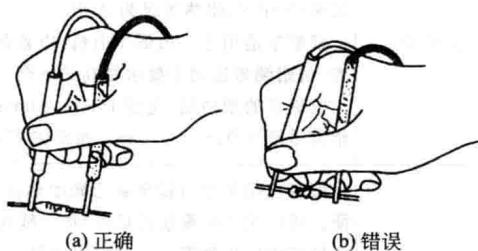

图 1-5 万用表表笔的握法
(5) 万用表 万用表一般采用磁电式测量机构（又称表头）配合测量线路实现各种电量的测量。万用表由表头、测量线路与转换开关组成。万用表分为指针式万用表与数字式万用表。
① 指针式万用表。指针式万用表由指示部分、测量电路和转换装置三部分组成。指针式万用表使用时，应注意以下事项：
- a. 测量时，应用右手握住两支表笔，手指不要触及表笔的金属部分与被测元器件，如图 1-5 所示；